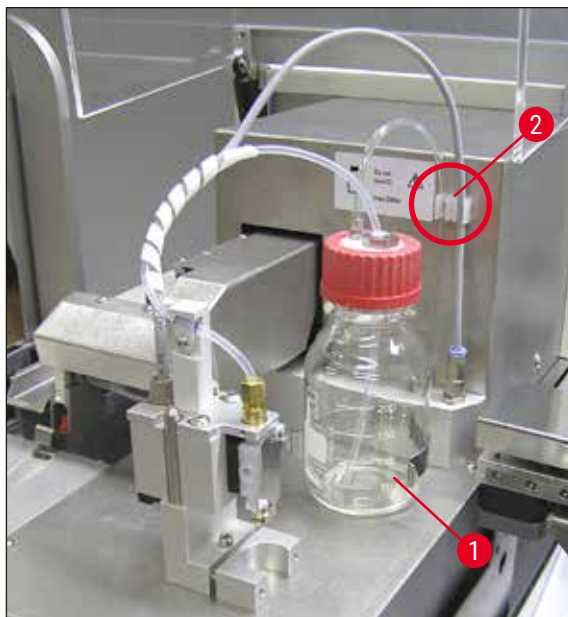

図 12
6. キャップ (→ 図 10-5) を封入剤ボトル (→ 図 12-1) にねじ込み、封入剤ボトルをホルダーに差し込みます (→ 図 12)。